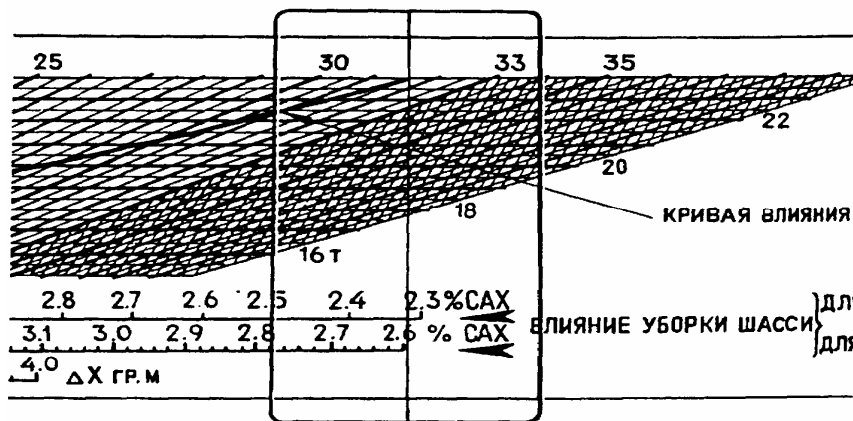

Рис. 2.24. Линейка. Положение "15" движка.
10. Для учета влияния на центровку уборки шасси бегунок смещается до совпадения визирной линии с точкой пересечения горизонтали веса 24000 кгс с кривой влияния уборки шасси и на пересечении визирной линии бегунка и шкалы влияния прочитывается величина, на которую изменится центровка. Она равна 2,6 % САХ (рис. 2.24).